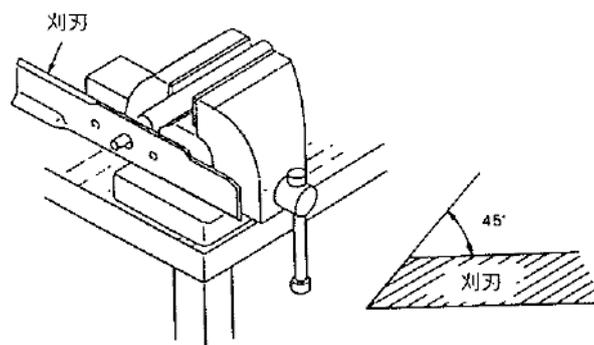

図65 刈刃のバランスの取り方
- (1) モアを本機から外して、上下ひっくり返して裏向きにする。
- (2) 刈刃とモアカバーの内側との間に木片をはさみ、刈刃を着脱するときの回り止めにする。
- (3) 刈刃締付けボルトを外し刈刃を取外します。
- (4) 刈刃の刃部の角度は図65のように45°にしておいてください。
- (5) 研ぎ上がった刈刃は取付ける前に回転のバランスを確認してください。刈刃のバランスが悪いと刈刃回転中に振動が発生しモアの破損の原因となります。もしバランスが取れていない場合は、バランスが取れるまで、刈刃の重い側を削ってください。